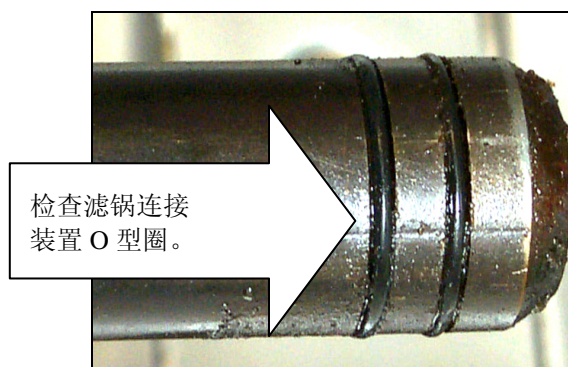

图 2
2. 检查滤锅连接装置，以确保两个 O 型圈的状态良好。（参见图 2）